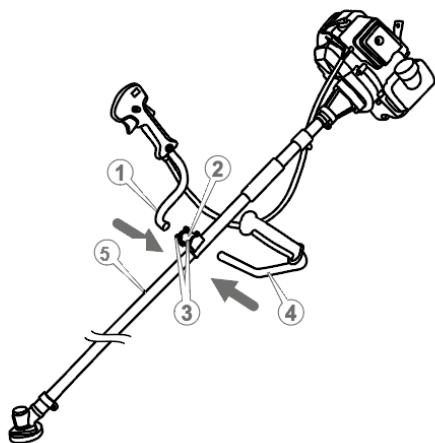

Рисунок 3. Схема встановлення руків'їв виробу.
- на кронштейні (2, рис. 3) викрутити шестигранним ключем чотири гвинти (3, рис. 3) і роз'єднати його;
- встановити верхню і нижню частини кронштейна (2 рис. 3) на «штангу» (5, рис. 3) і з'єднати так, щоб частини руків'я вільно входили в отвори кронштейна;
- розташувати кронштейн таким чином, щоб руків'ями було зручно керувати мотокою, а трос (21, рис. 1) керування дроселем і запалюванням був послаблений, та затягнути до упору гвинти (3, рис. 3). Перевірити надійність кріплення руків'їв — прокручування в кронштейні не допускаються.